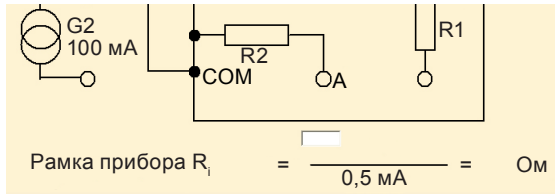

Рис. 4. Вычисление внутреннего сопротивления измерительного прибора
10. Измерить напряжение и с помощью мыши перенести его в уравнение (рис. 4). После этого сопротивление будет вычислено автоматически.